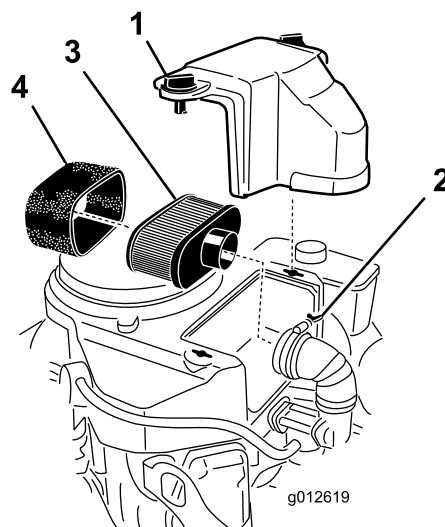

Figura 41
3. Limpie alrededor del limpiador de aire de forma que la suciedad no penetre en el motor y cause daños (Figura 41).
4. Afloje los botones de la tapa y retire la tapa del limpiador de aire (Figura 41).
5. Afloje la abrazadera y retire el conjunto del limpiador de aire (Figura 41).
6. Retire cuidadosamente el filtro de gomaespuma del filtro de papel (Figura 41).
Nota: Si está muy sucio, cambie el elemento de papel por uno nuevo (Figura 41).
1. Deslice cuidadosamente el elemento de gomaespuma sobre el elemento de papel (Figura 41).
2. Coloque el conjunto del limpiador de aire sobre la base del limpiador de aire o la manguera y sujételo (Figura 41).
3. Coloque la cubierta del limpiador de aire y apriete el pomo de la cubierta (Figura 41).